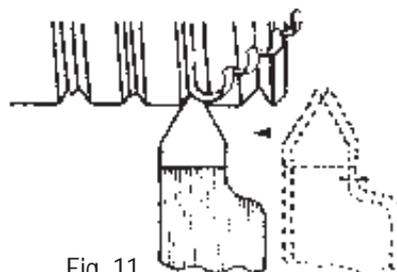

Fig. 11
f) Repita las indicaciones d y e, trasladando la herramienta longitudinalmente en sentido contrario al de la indicación e (Fig. 11).